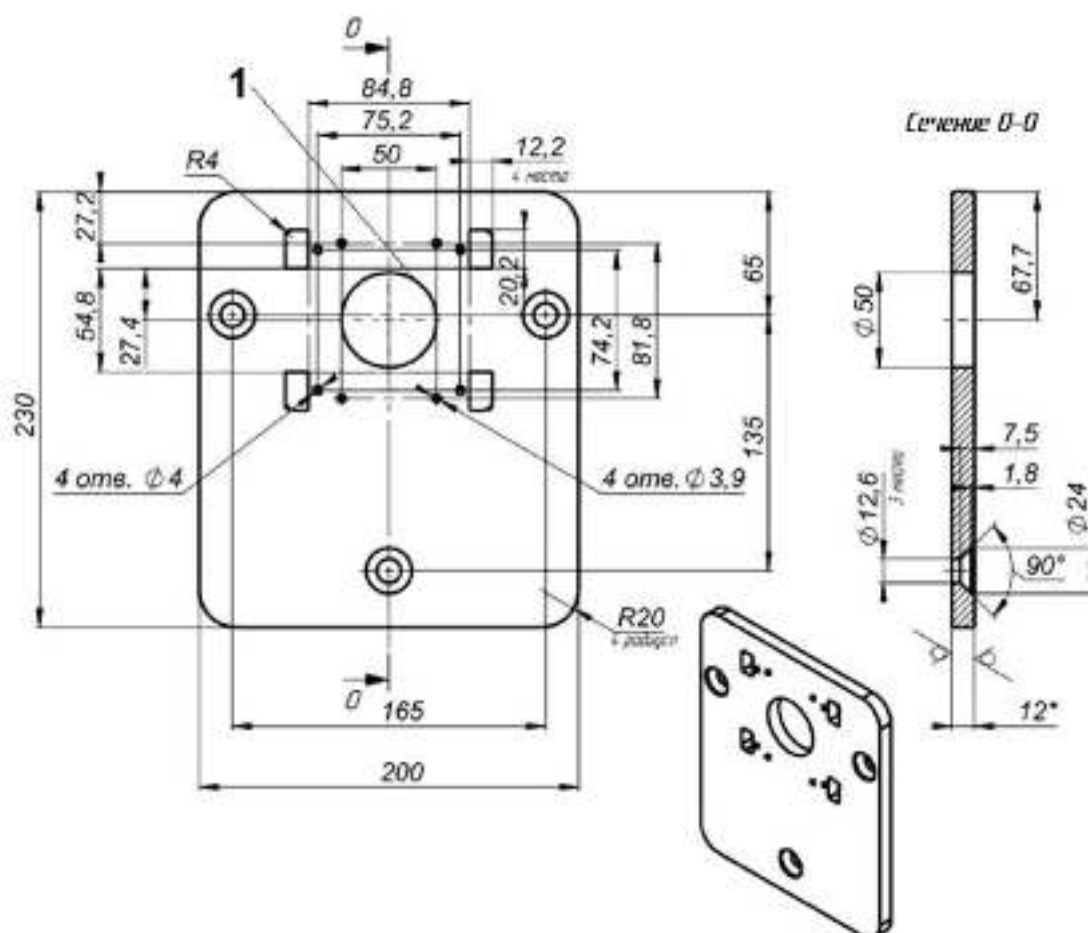

Рисунок 5 – Установочные размеры площадки турникета
4.2.4 Рисунок 5 – подводку кабелей производить через отверстие (1) в нижней плите стойки турникета.